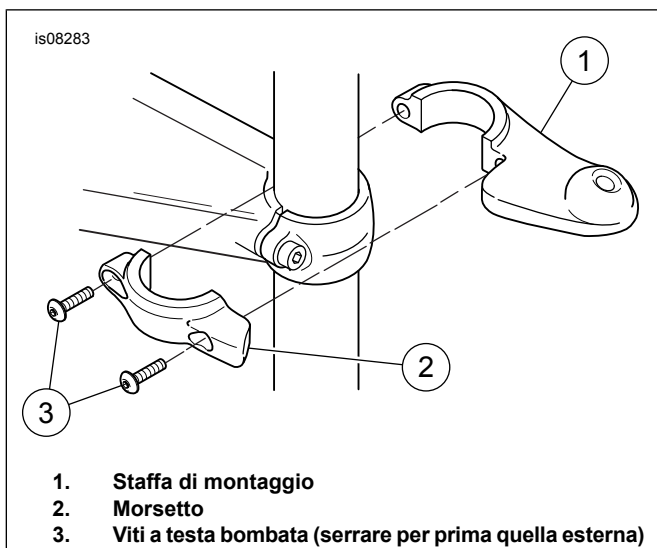

Figura 1. Installazione della staffa di montaggio sulla canna della forcella (illustrato il lato destro)
3. Vedere Figura 1. Le staffe di montaggio (1) ed i morsetti (2) sono specifici per lato. Selezionare la staffa e il morsetto di destra o di sinistra e installare sulla canna della forcella utilizzando due viti a testa bombata (3) dal kit.